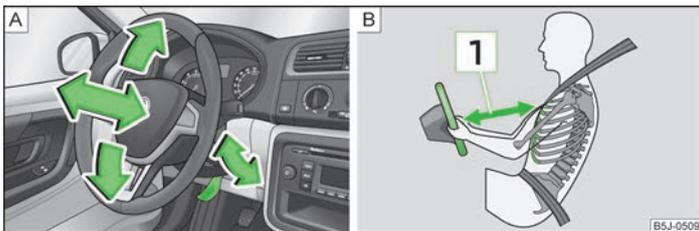

Fig. 78 Volante regulable: Palanca debajo de la columna de dirección/distancia segura hasta el volante
- Mantener a una distancia mínima de 25 cm hasta el volante 1 » fig. 78 de la página 80 - B. Si no respeta la distancia mínima, el sistema de airbag no podrá protegerle - ¡Peligro de muerte!
- Girar la palanca situada debajo del volante hacia abajo » fig. 78 - **A**.